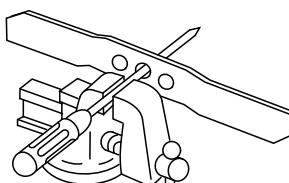

Figure 31
1. Vérifiez l'équilibre de la lame en enfilant le trou central sur un clou ou la tige d'un tournevis serré horizontalement dans un étai (Figure 31).